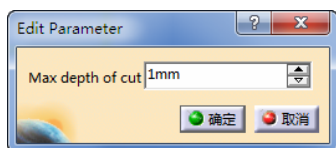

图 6-145 “Edit Parameter” 选项卡 (6)
- 双击“Max depth of cut”，在弹出的“Edit Parameter”选项卡（6）中输入“1mm”，如图 6-145 所示。